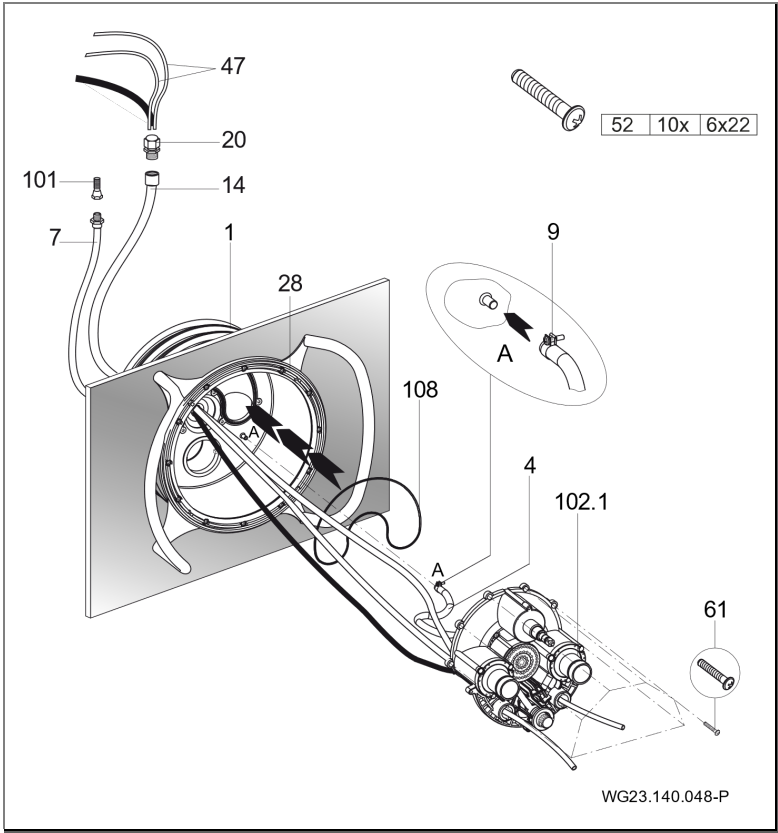

Fig. 17
2. Poner el anillo toroidal (108) en la carcasa para montaje empotrado (1). (Fig. 17)
3. Atornillar los diez tornillos con rosca cortante (61) en la caja de boquillas. Aplicar la caja de boquillas premontada (102.1) a la carcasa para montaje empotrado (1). (Fig. 17)
4. Guíe las mangueras neumáticas o los cables de los pulsadores piezo a través de los orificios inferiores y/o exteriores de la carcasa de las boquillas (102.1); ON/OFF enlaces de luz, ON/OFF bomba a derecha. (Fig. 17)
5. Guíe las mangueras neumáticas (47) o los cables de los pulsadores piezo y los cables del reflector a través de la manguera protectora (14) y obtúrelos con el racor para cables (20). (Fig. 17)
6. El tubo de conducción de aire interno (4), ya completamente premontado en la caja de boquillas (102.1) o en la regulación del aire, fijarlo con la sujeción de tubo (9) en la carcasa para montaje empotrado (1). (Fig. 17)
7. Alinear la caja de boquillas compl. (102.1) en la carcasa para montaje empotrado (1) y fijarla con los diez tornillos con rosca cortante (61) premontados. (Fig. 17)
8. Primavera: Inserte una junta tórica (37) en el pulsador neumático (38/1; 38/2) respectivamente. Fije las mangueras neumáticas en los correspondientes pulsadores con abrazaderas para mangueras (46). Inserte los dos